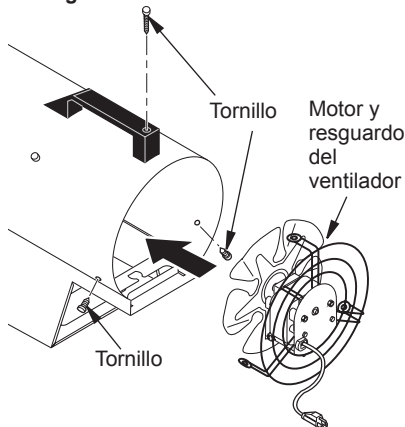

Figura 12. Reemplazo del motor y el resguardo del ventilador en el calentador
11. Ponga el motor y el resguardo del ventilador en la parte posterior de la cubierta del calentador. Asegúrese de que el cordón eléctrico esté situado correctamente (consulte la figura 12).
12. Inserte tres tornillos a través de la cubierta del calentador hacia adentro del resguardo del ventilador (consulte la figura 12). Apriete firmemente los tornillos.
8. Ponga el motor y el resguardo del ventilador en la parte posterior de la cubierta del calentador. Asegúrese de que el cordón eléctrico esté situado correctamente (consulte la figura 12).